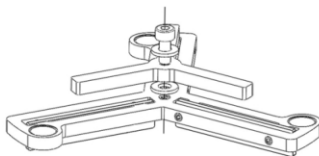

Рисунок 2
6.5. Подбираем и устанавливаем подходящий ограничитель по размеру токарного патрона (Рис. 2).